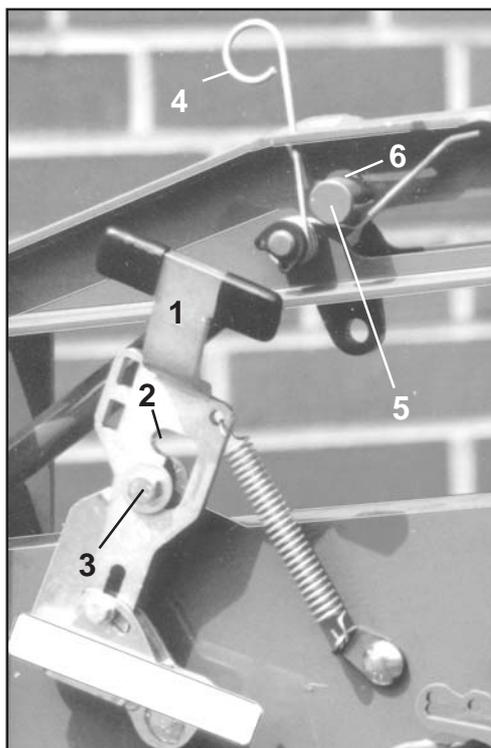

Рис. 9.1
- Для прекращения передачи мощности необходимо вывести ручной рычаг (9.1/1) из верхнего выреза (9.1/2), передвинуть его вверх и зафиксировать стопорный винт (9.1/3) в нижнем вырезе ручного рычага (рис. 9.1).